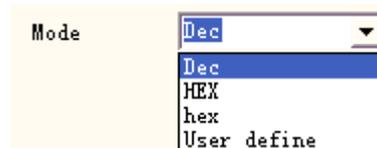

Figura 4-36 Modo de número de serie
**Modo:**El número de serie actual del modo utilizado, consulte la figura 4-36.